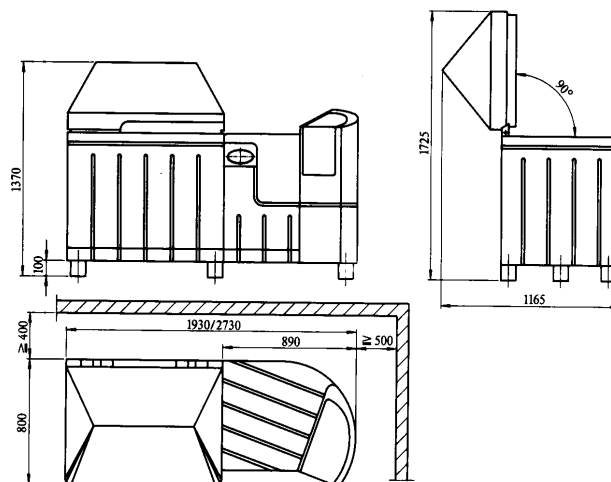

Fig. 4-1
- Veillez à respecter la distance prescrite par rapport aux murs de sorte à pouvoir ouvrir complètement le capot du compartiment (→ *Fig. 4-1*).